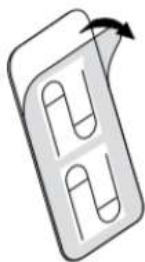

Fig. 1
- III. Destaque e remova a parte de trás do clipe da fibra (**Fig.1**)